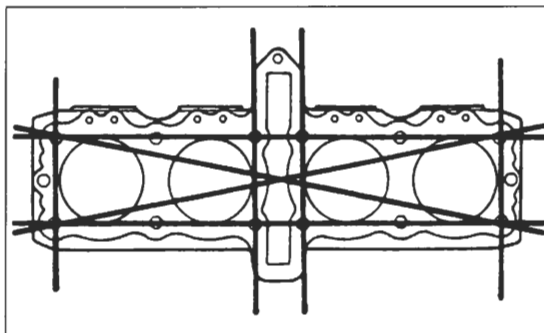

Bild 205
- Maximalen Zylinderdurchmesser und Ovalität auf drei Ebenen in Fahrtrichtung und im rechten Winkel dazu messen (Bild 205). Verschleissgrenze 62,680 mm (750 F: 73,090 mm).